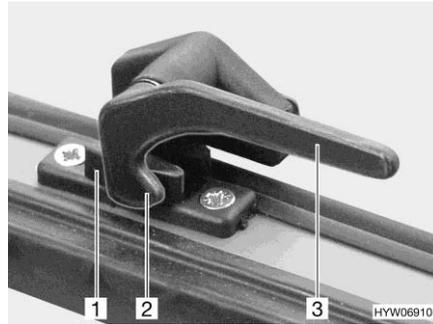

Fig. 53 Levier de verrouillage (position "Fermé")
- Tourner le levier de verrouillage (Fig. 53,3) d'un quart de tour vers le centre de la fenêtre.
- Tourner le levier de verrouillage (Fig. 53,3) d'un quart de tour vers le cadre de la fenêtre. Le tenon de verrouillage (Fig. 53,2) se trouve sur le côté intérieur du verrouillage de fenêtre (Fig. 53,1).
- En position "Fermé" (Fig. 53).